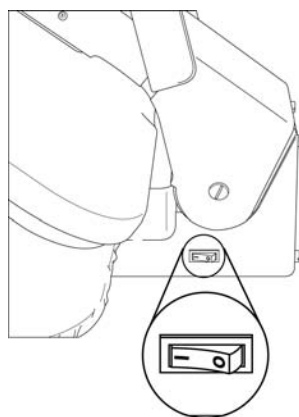

FIGURA 1
1. Con el Plato de Planchado alzado, enchufe el cable en el tomacorriente, y ponga el Interruptor Encendido/Apagado en la posición “Encendido” (I) (FIGURA 1).
**IMPORTANTE: El apagado automático no significa que se corte totalmente la corriente de la unidad. El aparato sigue encendido y la Luz Indicadora de Poder permanecerá encendida hasta que el Interruptor de Encendido/Apagado sea puesto en la posición “Apagado” (O) (FIGURA 1, página 7).**